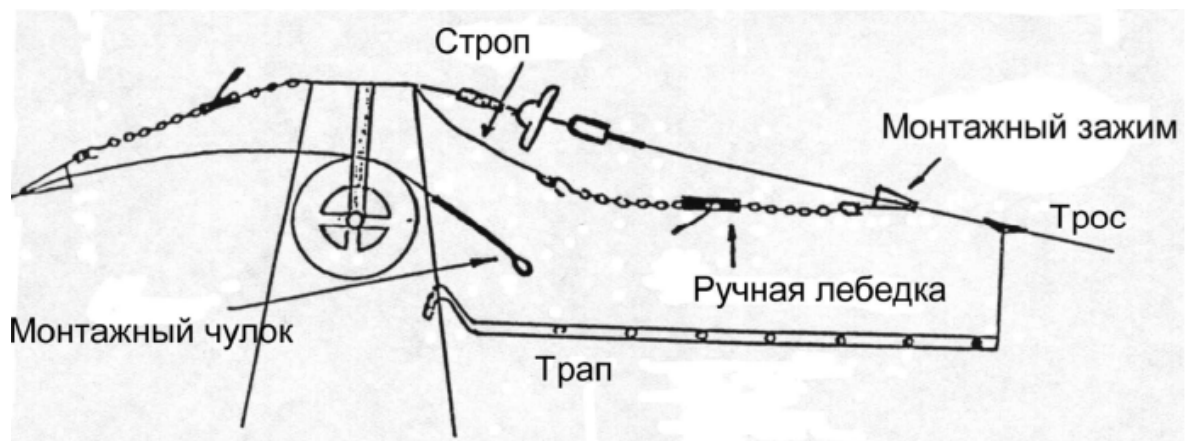

Рис. 7 Схема соединения грозозащитных тросов на анкерной опоре
- Данная операция прорабатывается с другой стороны опоры (рис. 7).